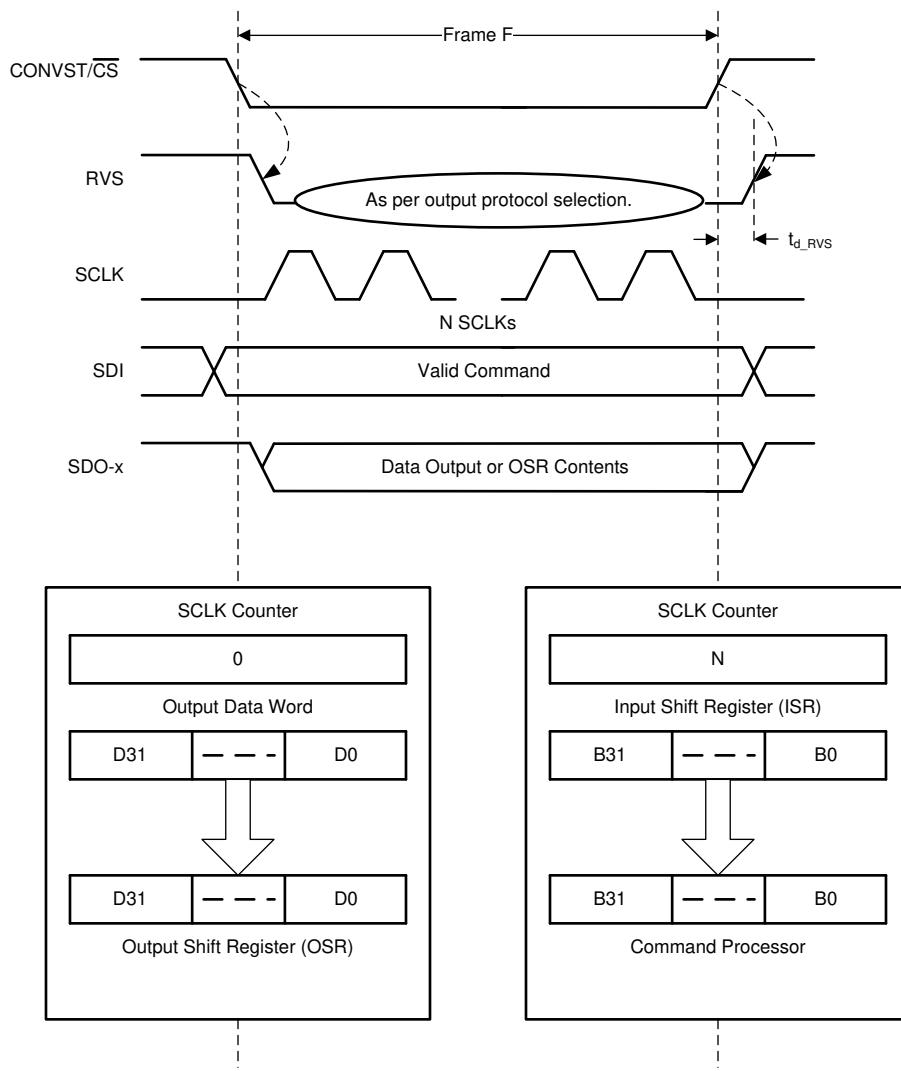

図 6-25. データ転送フレーム
デバイスとホストコントローラとの間のデータ転送フレームは、CONVST/CS ピンの立ち下がりエッジで開始されます。このフレームは、デバイスが次の立ち上がりエッジで変換を開始すると終了します。ホストコントローラは、CONV 相が終了した後で CONVST/CS 信号を Low (図 6-25) にすることで、データ転送フレームを開始します。「CONV 状態」セクションに、このプロセスの説明が記載されています。
- デバイスはデータバスを制御します。図 6-25 に示されているように、出力データワードの内容は、**32** ビットの出力シフトレジスタ (**OSR**) にロードされます。
- 図 6-25 に示されているように、入力シフトレジスタの内容はコマンドプロセッサへ転送され、デコードとさらなる処理が行われます。